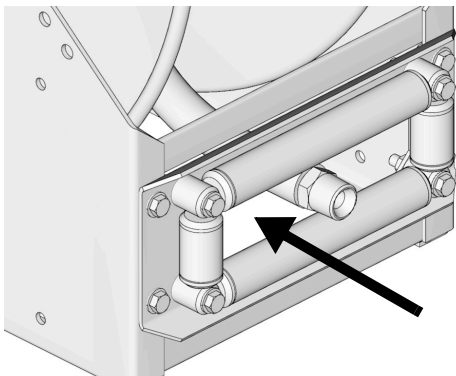

Рис. 15
- Проденьте свободный конец шланга через шланговые ролики и вручную намотайте и зафиксируйте шланг на барабане (Рис. 15).